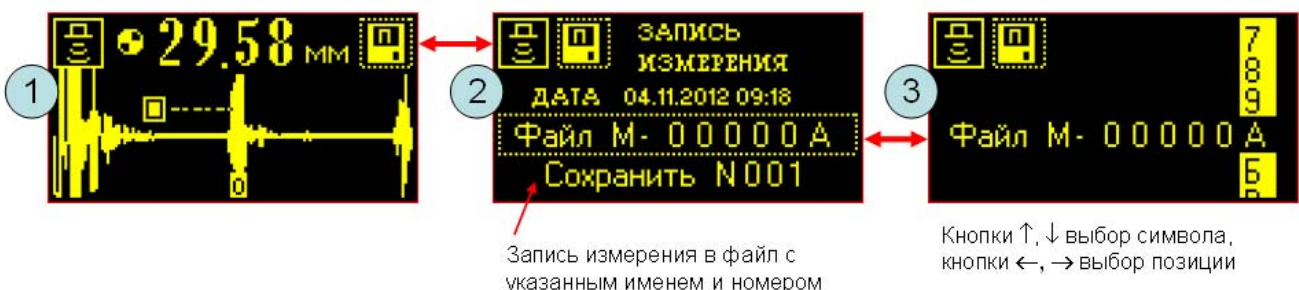

Рис.5.3.2.1. Запись измерений в файл.
Порядок записи результатов измерений в файл демонстрирует Рис.5.3.2.1. В меню (1) после выполнения измерения толщины изделия нажмите кнопку «Ввод». Прибор перейдет в режим сохранения измерения в файл (2). Чтобы сохранить данные в файл выберите элемент меню «Сохранить» и нажмите кнопку «Ввод». Результаты измерения будут записаны в файл с указанным именем и номером. После записи прибор автоматически переходит в меню измерений (1). На экран выводится сообщение «Запись измерения ОК». Номер файла увеличивается на единицу.